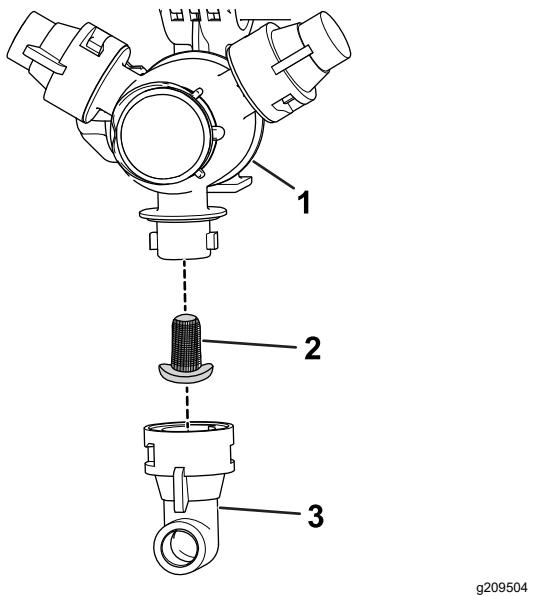

Figura 90
- Retire la boquilla de la torreta de fumigación (Figura 90).
- Retire el filtro de la boquilla (Figura 90).
- Instale el filtro de la boquilla (Figura 90).
- Instale la boquilla en la torreta de fumigación (Figura 90).